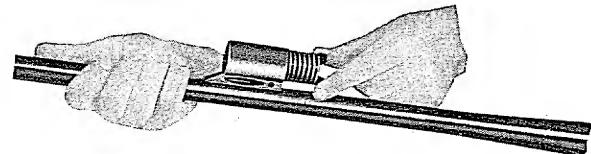

Fig. 4
- 4 — Infilare il pistone nel cilindro presa gas (tav. 2° - G) (fig. 4).
- 4 - insert piston into gas cylinder (G - Table 2) (fig. 4).
- 4 - insérer le piston dans le cylindre à gaz (fig. 4 - table 2 - pièce G)